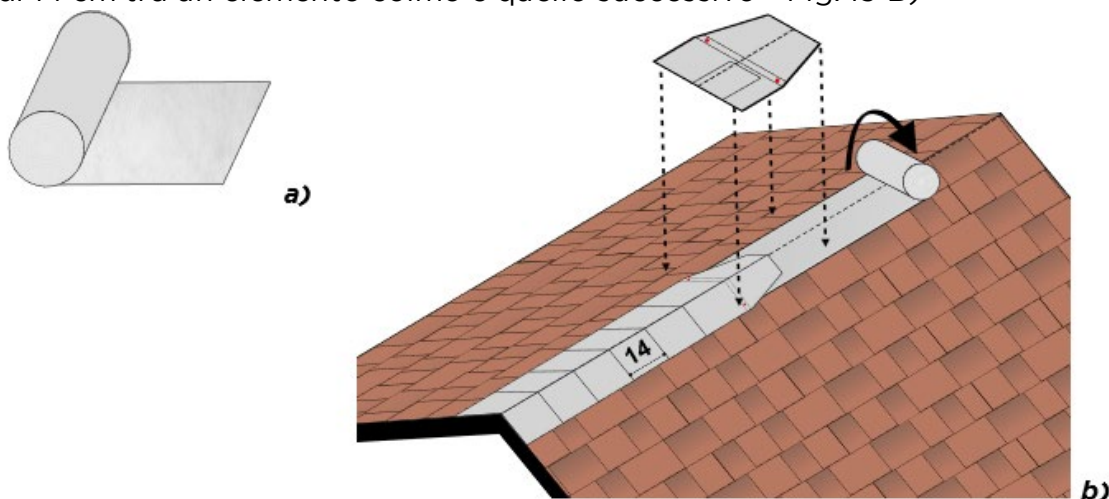

Fig. 13 - Top Roll e posa elementi colmo
- Posare in mezzeria della linea di colmo il Top Roll Colmo SA, rimuovendo dalla parte inferiore del rotolo il film che protegge il nastro butilico. In questo modo si andrà ad impermeabilizzare il colmo stesso in corrispondenza del taglio delle tegole Master - Fig. 13 a).
- Fissare gli elementi colmo sopra al Top Roll Colmo SA con 2 chiodi da almeno 40mm di lunghezza, un chiodo per ogni lato della falda. Lasciare una parte esposta di 14 cm tra un elemento colmo e quello successivo - Fig. 13 B)